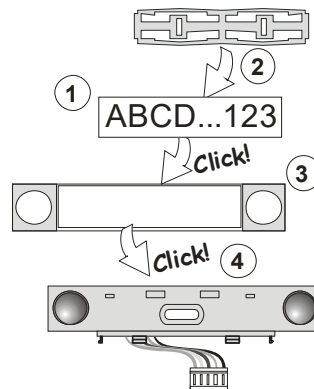

Figura 3: Inserimento di un'etichetta nel segmento di controllo
- b. Quando le batterie sono inserite, il pulsante attivazione retroilluminato (3) inizia ad emettere luce fissa, ad indicare che il modulo non è ancora stato registrato nel sistema.
- d. Premere il pulsante attivazione retroilluminato (3) – il modulo viene così registrato e l'indicatore LED giallo si spegne (quest'operazione può richiedere alcuni secondi). Il segnale di registrazione può anche essere inviato inserendo le batterie.
9. Una volta completata l'installazione, inserire le etichette descrittive dietro le coperture trasparenti dei segmenti e poi chiudere (vedi figura 3). La stampa delle etichette è parte integrante del software F-Link (finestre **Dispositivi**, nella posizione modulo – **Impostazioni interne**).